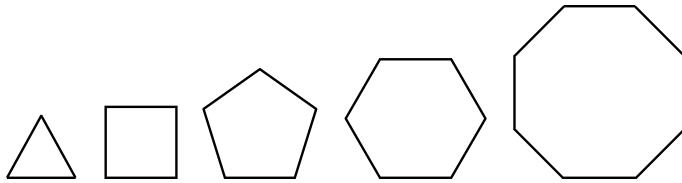
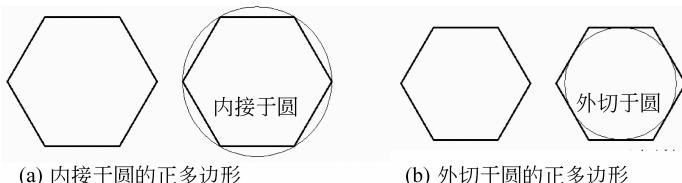
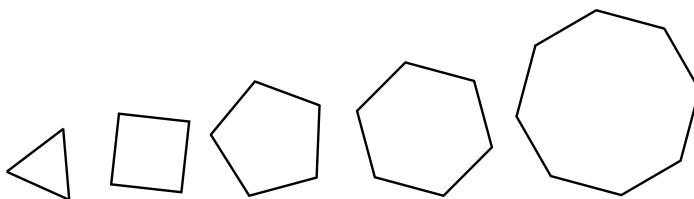

图 5-8 绘制边长均为 50 的正多边形图例
图 5-9 绘制已知圆半径的正多边形图例
图 5-10 绘制非“正交”模式的正多边形图例
图例：如图 5-8 所示。
- 在不确定正多边形边长,而已知内接圆或外切圆的半/直径时,可以通过下述方法绘制如图 5-9 所示的正多边形。
• 图 5-8 和图 5-9 都是在状态栏的“正交”模式下绘制的。非“正交”模式可绘制任意方向的正多边形,如图 5-10 所示。